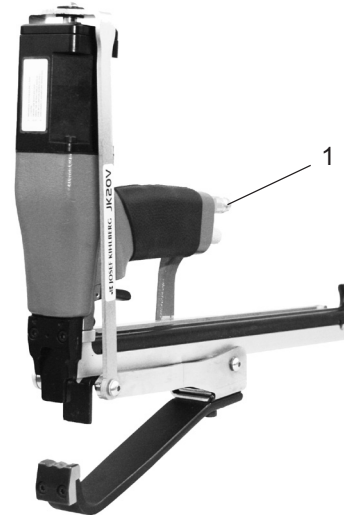

Fig. 2
1. Heftzange aus Verpackung entfernen. Druckluftanschluss überprüfen, ob er mit dem Druckluftsystem übereinstimmt. Gewinde des Anschlusses (Fig. 2/1) mit Dichtmasse sichern.